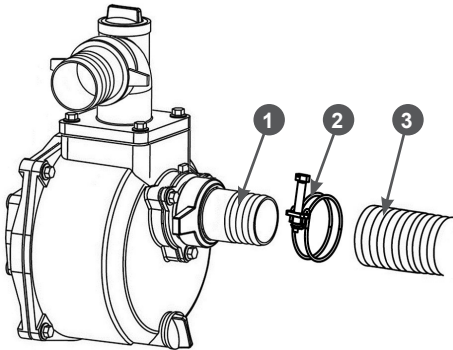

Рис. 12. Установка всасывающего рукава
- Наденьте до упора всасывающий рукав 3 на патрубок 1 и зафиксируйте его хомутом 2 (Рис. 12).